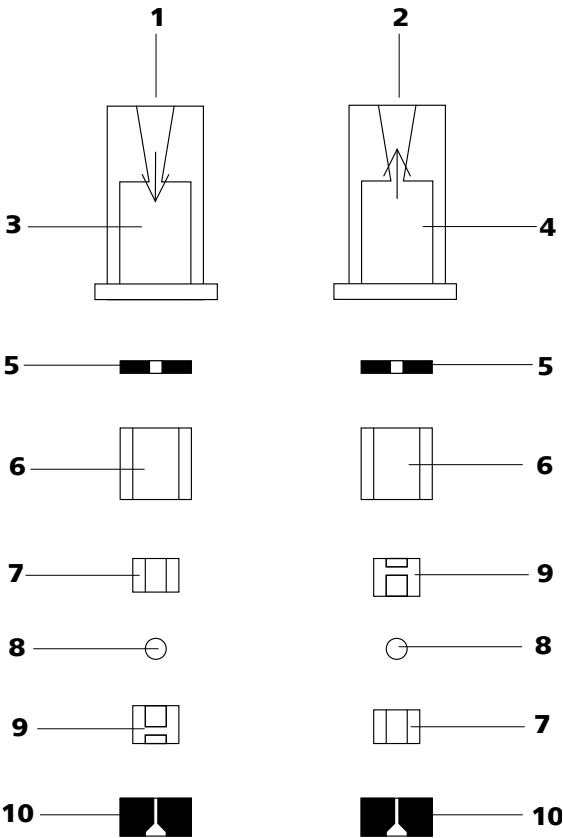

图 44 进口阀和出口阀的组成部分
- 按正确顺序将其他的阀门组件（参见图 44，第 75 页）依次放好。